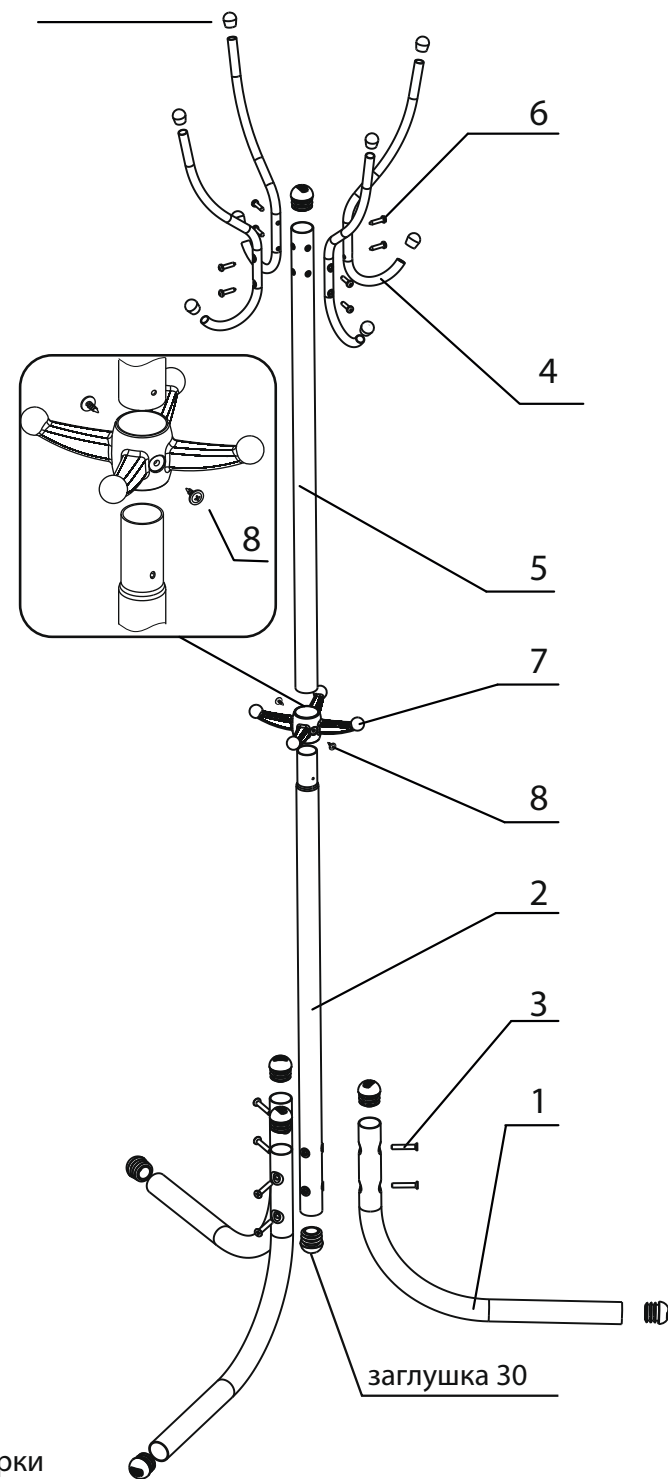

Рис. 1 Схема сборки
• винт М6х35 (поз. 3, рис. 1).....	6 шт.
• саморез 4,2х13 (поз. 8, рис. 1).....	2 шт.
• винт-саморез 4,8х22 (поз. 6, рис. 1):.....	BK4 - 8 шт.; BK5 - 10 шт.; BK6 - 12 шт.
3.2. Схема сборки см. рис. 1